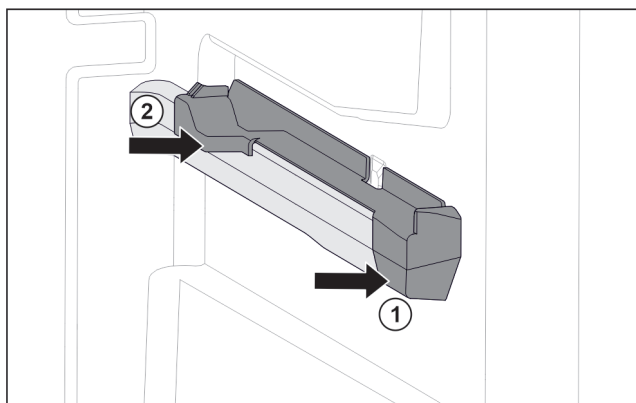

Fig. 125 Élément emboîtable sur la nervure de récipient droite
- ▶ Poser le devant de l'élément emboîtable contre la nervure de récipient. Fig. 125 (1)
- ▶ Enfoncer l'arrière de l'élément emboîtable. Fig. 125 (2)